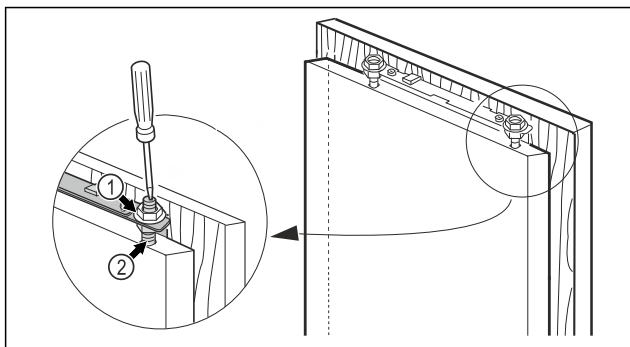

Fig. 21
- ▶ Strângeți ferm contrapiulițele Fig. 21 (1) cu cheia hexagonală 13, ținând contra la bolțurile de reglare Fig. 21 (2) cu o șurubelniță.